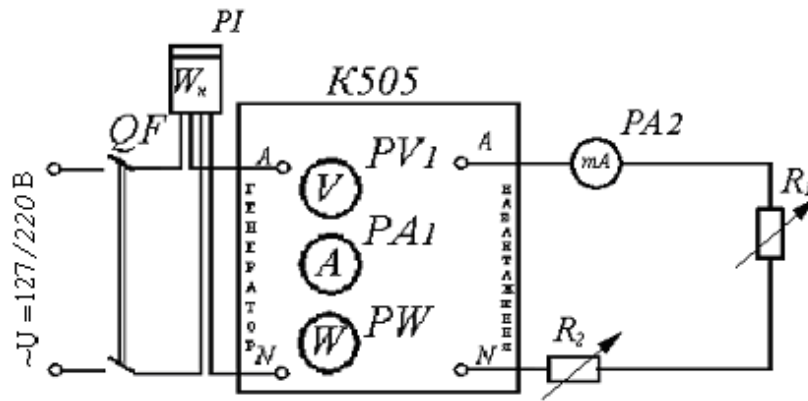

Рисунок 4.3 – Електрична принципова схема для визначення межі чутливості однофазного індукційного лічильника
8. Зібрати схему для визначення межі чутливості лічильника (рис. 4.3). У цій схемі  $R_2$  і  $PA2$  – відповідно високоомний реостат та міліамперметр (мультиметр), що вмикаються в коло тільки при визначенні чутливості лічильника. Встановити максимальний опір реостатів  $R_1$ ,  $R_2$  і увімкнути вимикач  $SA$ ; поступово зменшувати опір високоомного реостата  $R_2$ , поки диск лічильника не почне обертатися. Визначити мінімальний струм  $I_{\text{мін}}$ , при якому він обертається без зупинки і межу чутливості лічильника (формула (4.8)).